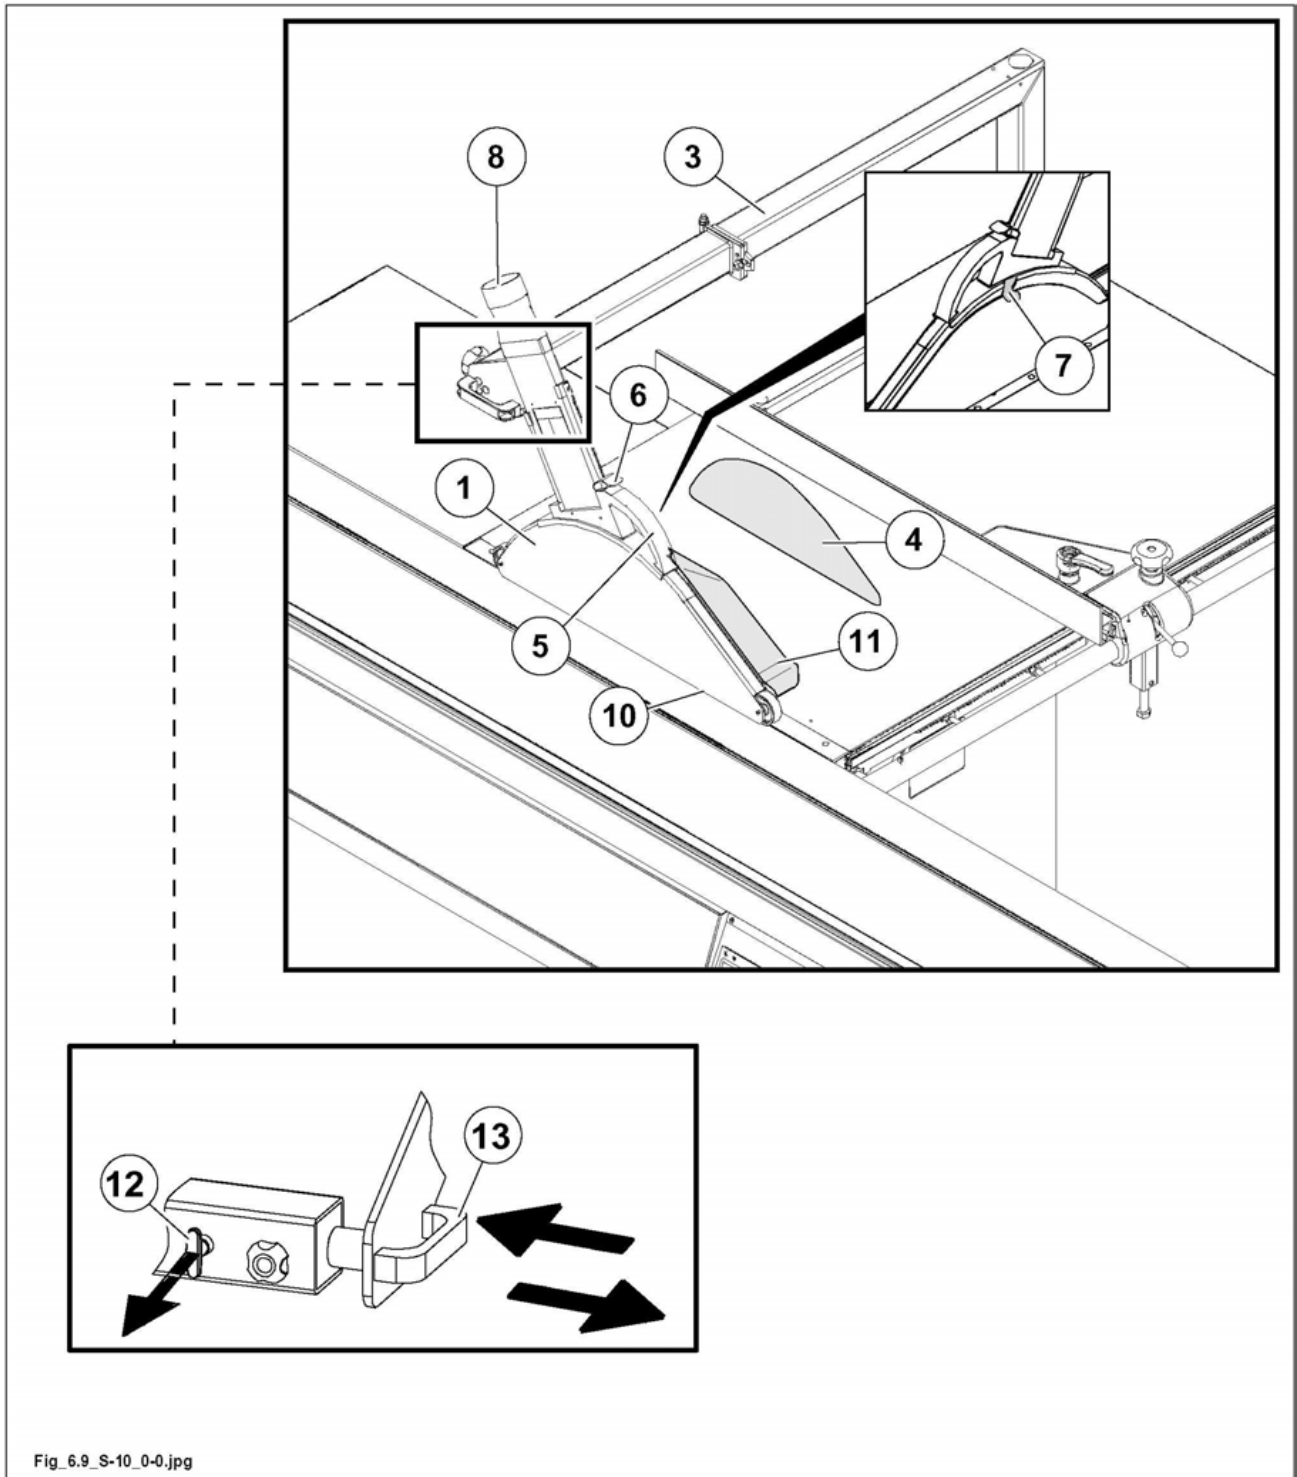

Abb. 6.9
Die Höhenverstellung der Schutzvorrichtung erfolgt durch Griff (5 Abb. 6.9).
Schutzvorrichtung (1 Abb. 6.9) durch Griff (5 Abb. 6.9) parallel zum Arbeitstisch heben und senken (1 Abb. 6.9): zu diesem Zweck Feder (6 Abb. 6.9) gedrückt halten; die Schutzvorrichtung bleibt in der gewünschten Stellung.
Zwei Alu-Leisten (10 Abb. 6.9) unten im Innern der Schutzvorrichtung schützen die Seiten der Schutzvorrichtung.
Bei Winkelschnitten die untere breite Seite (11 Abb. 6.9), die mitgeliefert wird, verwenden.
Zur Ersetzung der Seite (11 Abb. 6.9) so vorgehen:
- vorrichtung zum Seitenfestklemmen (7 Abb. 6.9) drehen dann die Seite herausziehen;
- die neue Seite einsetzen und Vorrichtung (7 Abb. 6.9) drehen um die Seite zu klemmen.
Die Schutzvorrichtung ist mit dem Anschluss-Stück (8 Abb. 6.9) (Durchmesser = 80 mm) zum Anschluss an die Zentralabsauganlage versehen.